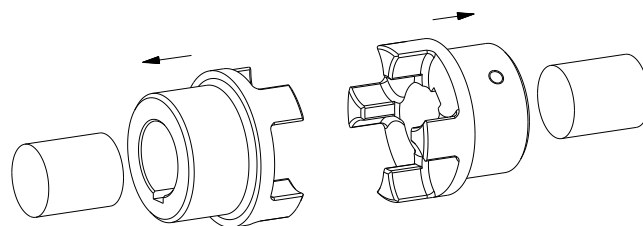

Fig. 10: Montage af nav
- Montér navene på akslens på ind- og udgangsside (se fig. 10).